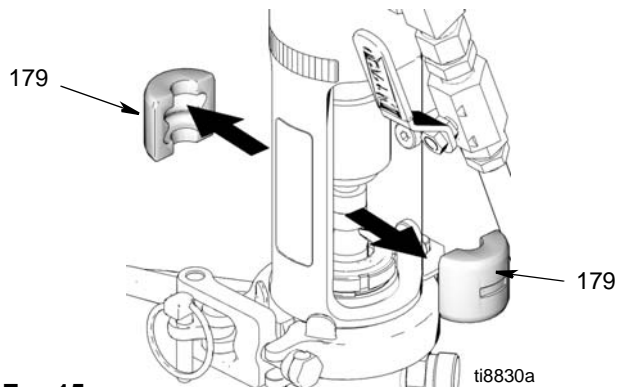

FIG. 15
5. (Fig. 15) Far scorrere il carter del manicotto di giunzione (193) per esporre completamente i manicotti di giunzione delle aste (179).